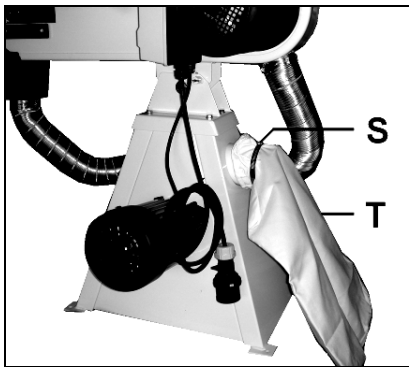

Fig 8
Montieren Sie den Filtersack (T, Fig 8) mit der gelieferten Schlauchklemme (S).